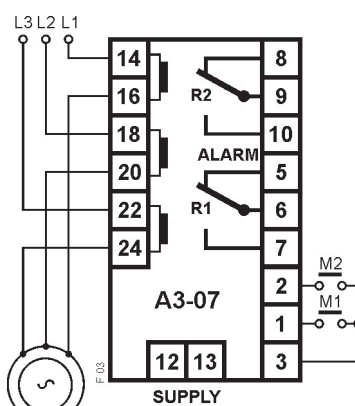
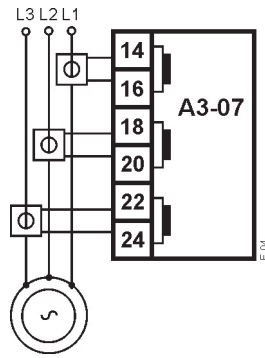

Fig. 3
Fig. 4
**COLLEGAMENTI:** (fig. 3) e TAB. A
Il dispositivo è ad inserzione diretta per correnti fino a 5A (fig.3), per correnti maggiori deve essere collegato a 3 TA opportuni, secondo lo schema di fig.4. Non è richiesto nessun ordine nel collegamento delle 3 fasi. I contatti dei 2 relè possono essere collegati in modo indipendente, per ottenere l'accensione di una lampada o di una sirena (1° allarme) oppure per fermare la macchina con il secondo, ecc..
Con TA esterni vedere fig. 4 e TAB. A.
**CONNECTIONS:** (fig. 3) and TAB. A
Up to 5A, the device is direct insertion connected (fig.3). For higher values, the device is connected to 3 suitable CTs, as per wiring diagram of fig.4. No specific sequence is requested in the connection of the three phases. For the other connections, make reference to fig. 3.
For external CT see fig. 4 and TAB. A.